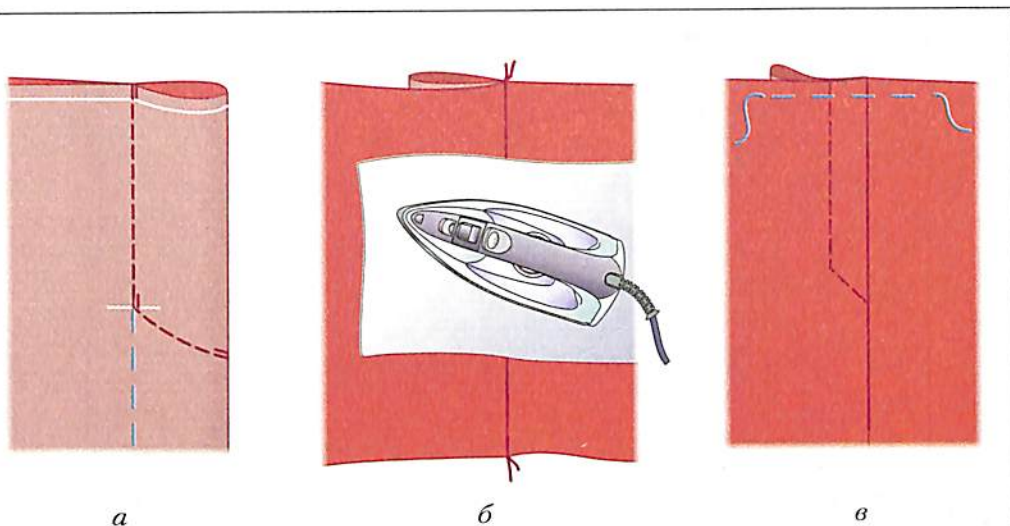

Рис. 63. Обработка односторонней складки (а – в)
3. Не прерывая строчку, продолжить её по дуге к внутреннему сгибу складки (рис. 63, а).
4. Развернуть деталь и заложить складку в направлении, указанном стрелкой на чертеже. Заутюжить (рис. 63, б).
6. При необходимости проложить отделочную строчку с лицевой стороны образца по разметке (рис. 63, в).